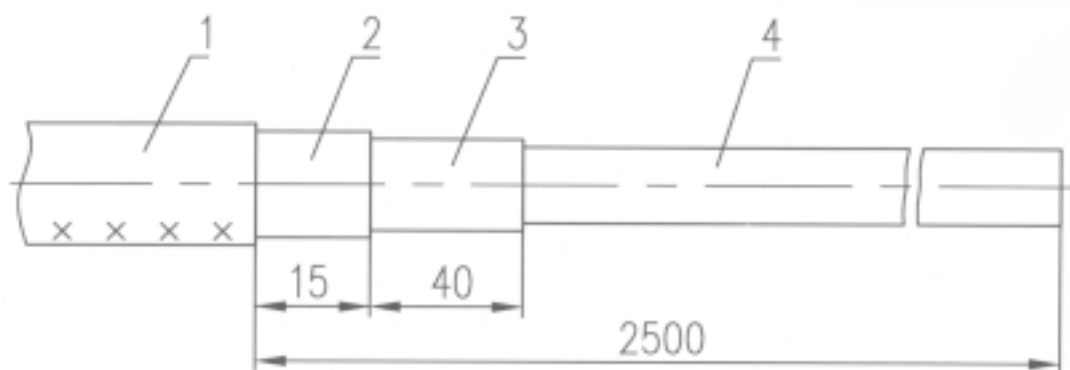

Рис. 2. Разделка оптического кабеля с любым бронепокровом.
4.1.5. Произвести разделку ОК, как показано на рис. 2 и зачистить броню от гидрофобного наполнителя или окисного покрытия (бронепокрова из стальных лент).